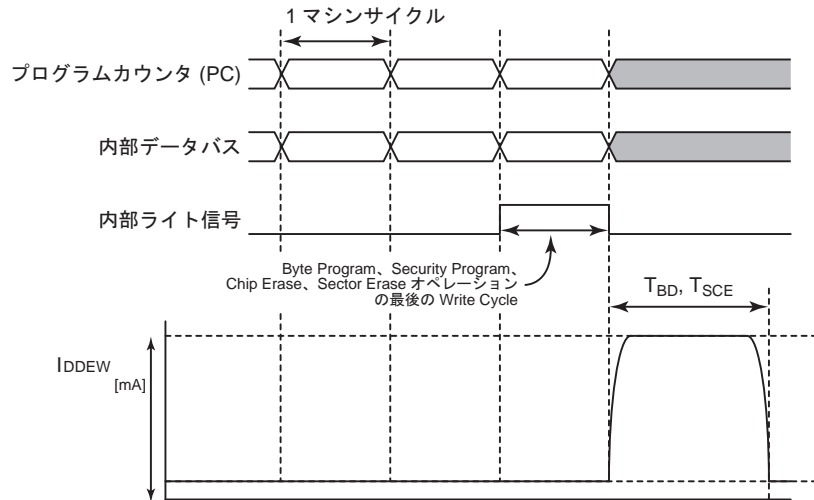

図 25-5 フラッシュメモリの消去、書き込み時の電流
- 注 7) フラッシュメモリに対して、書き込み、消去、あるいはセキュリティプログラムを行うと、瞬間的に図 25-5 のようなピーク電流が流れます。